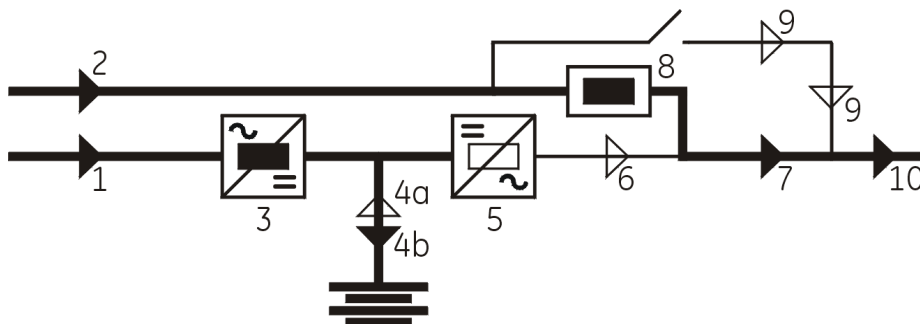

Рисунок 3. ЖК- дисплей показывает состояние «нагрузка на автоматическом байпасе»
7.1.3.1. Нажать кнопку останова инвертора «Inverter OFF» и удерживать, пока индикатор 5 (инвертор) не погаснет (см. рис. 3). При этом нагрузка переведется на питание через автоматический байпас, индикатор «Общая тревога» включится, а индикатор «Работа в штатном режиме» выключится.
7.4.1.7. Установить выключатель ручного байпаса Q2 в положение «выключен» (OFF). Индикатор 9 (который своим свечением индицирует, что ручной байпас включен) погаснет. Питание нагрузки переходит на автоматический байпас (см. рис. 3 данной карты).